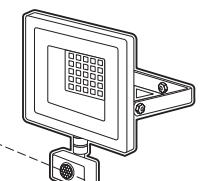

Рис. 2
2.4 Угол охвата датчика составляет 180° (рис.2), а дальность действия – 15 метров.